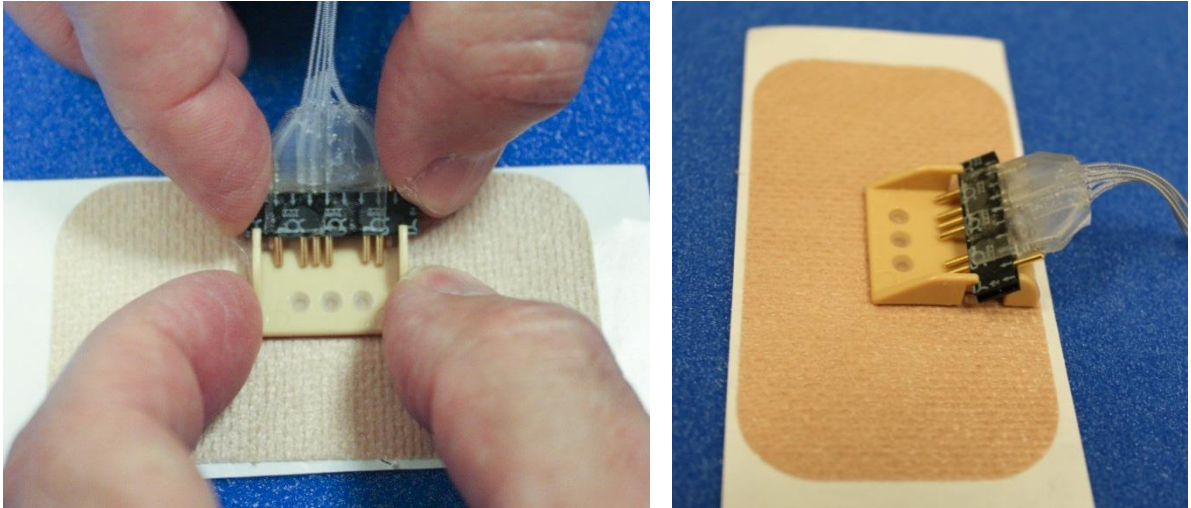

Figura 18.
5. Una vez seco, coloque el conector de los electrodos en un nuevo soporte del conector, como se muestra en la Figura 18. Encaje el conector de los electrodos hacia abajo, sobre el soporte del conector. Los pines de oro deben estar mirando hacia fuera, para que el cable se conecte a ellos.